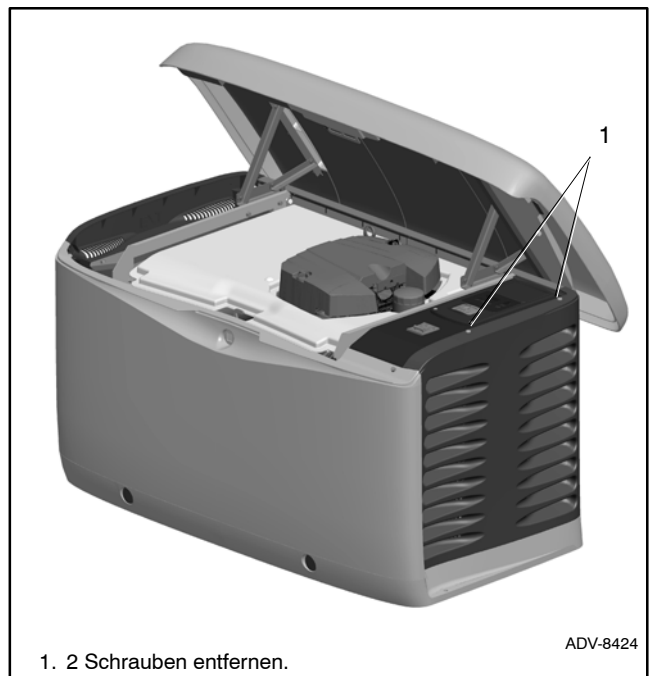

Abbildung 1-4 Entfernen der Lufteinlasstafel
1. Die zwei Schrauben von der Oberseite der Lufteinlasstafel entfernen Die Tafel nach oben abziehen. Siehe Abbildung 1-4.